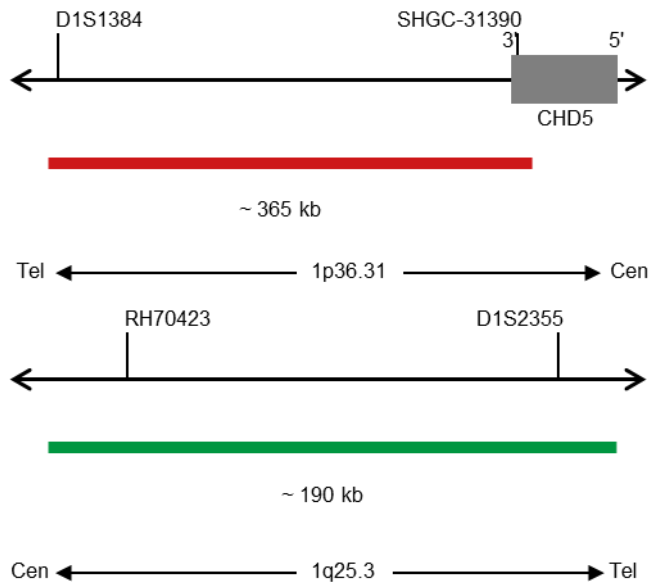

Fig. 1 : En haut : Carte de la sonde SPEC 1p36 ; En bas : Carte de la sonde SPEC 1q25 (pas à l'échelle)
- Polynucléotides marqués à la digoxigénine (~1,7 ng/μl), qui visent la cartographie des séquences dans 1q25.3* (chr1:184,562,510-184,752,938) (voir Fig. 1).
- Polynucléotides marqués aux dinitrophényles (~1,7 ng/μl), qui visent la cartographie des séquences dans 1p36.31* (chr1:5,808,946-6,176,336) (voir Fig. 1).